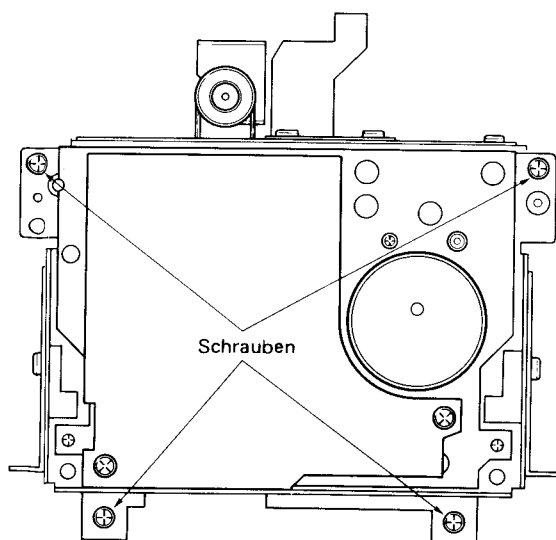

Abb. 10
- 3) Entfernen Sie die vier, den Deckelmechanismus aufbau haltenden Schrauben (1-3 x 12), und entfernen Sie den Aufbau. (Siehe Abb. 10)